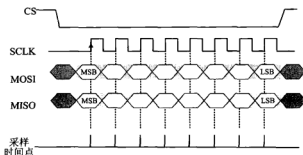

图 5.14.3 $CPOL=0, CPHA=0$
a) $CPOL=0, CPHA=0$ 的情况如图 5.14.3 所示。
如图 5.14.3 所示,初始时刻 SPI 接口处于空闲状态,SLCK 线保持在低电平状态。当 CS 跳变至低电平之后,开始数据传输。可以看到,数据在 SCLK 线的一个脉冲周期中的第 1 个边沿(此处是正跳变)得到传输。总结起来就是,当 $CPOL=0$ 且 $CPHA=0$ 时,SCLK 呈现正脉冲周期形式,数据在上升沿得到存取,在下降沿准备就绪。